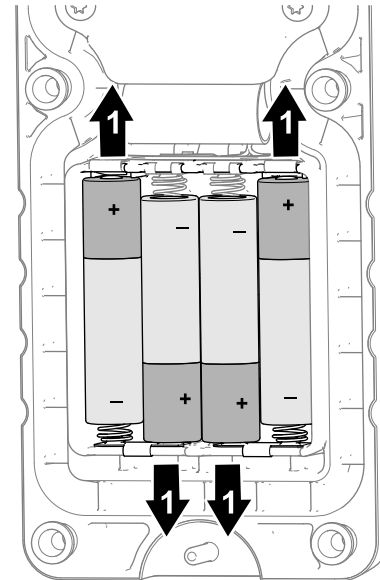

Figura 8
2. Respectând polaritatea bateriilor, după cum este indicat în Figura 8, introduceți bateriile noi în suporturile bornelor.
Notă: Pentru a evita deteriorarea suporturilor bornelor la instalarea bateriilor, respectați marcajele adecvate de polaritate (Figura 8) tanate pe compartimentul bateriei. Dacă instalai bateriile în mod incorect, nu vei deteriora maina, dar telecomanda nu va funcționa.